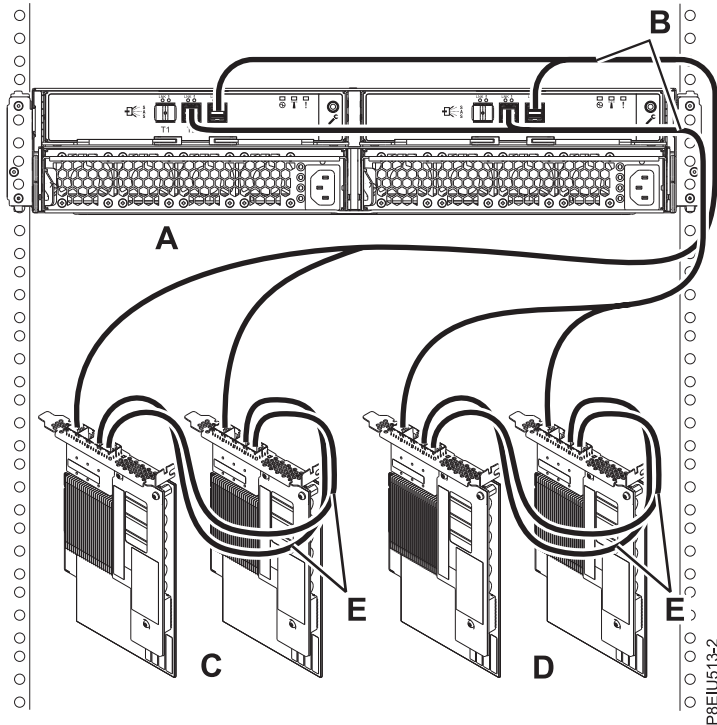

Abbildung 19. Modus 2-Anschluss einer ESLS mit X12-Kabeln an zwei SAS-Adapterpaare (FC EJ0L oder FC EJ14) mit AA-Kabeln
19. Schließen Sie ein Gehäuse im Modus 2 (A) mit X12-Kabeln (B) an zwei SAS-Adapterpaare (FC EJ0L oder FC EJ14) (C, D) mit AA-Kabeln (E) an (siehe Abb. 19 auf Seite 22) und fahren Sie anschließend mit „Kabel und Netzkabel anschließen und Abdeckungen installieren“ auf Seite 24 fort.